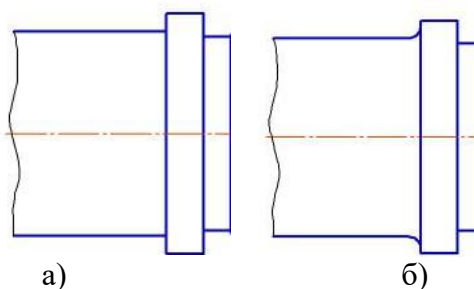

Рисунок 24. Построение скругления: а) исходное изображение, б) результат построения
1. Постройте объект, изображенный на Рисунок 24а. Чтобы построить скругление дугой окружности между двумя пересекающимися объектами, вызовите команду **Скругление**.
Укажите два объекта, между которыми нужно построить скругление (рисунок 24б).